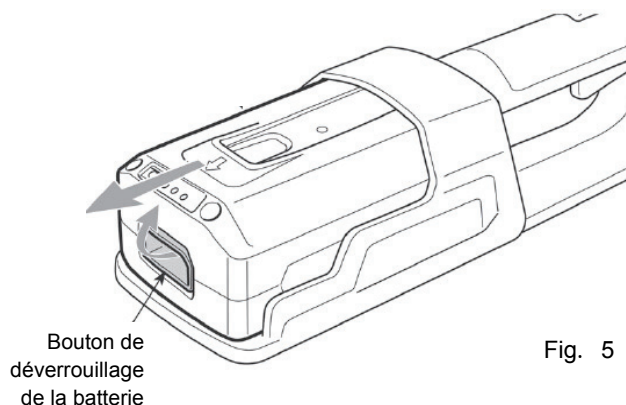

Fig. 5
- Tirez le bouton de verrouillage du bloc-batterie vers le haut et sortez le bloc-batterie. (Fig. 5)